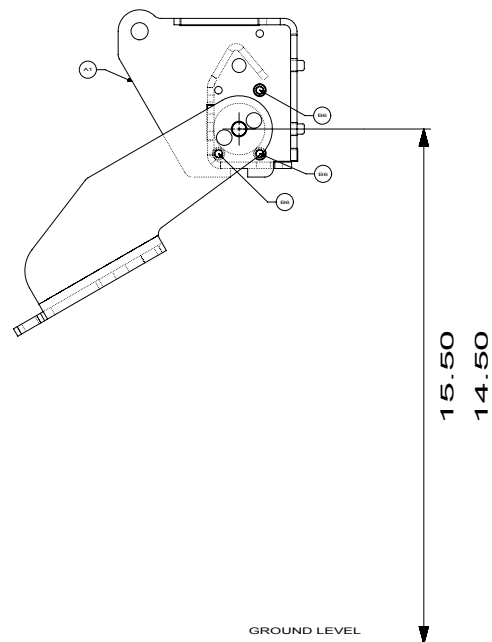

Figure 5 Installez les fixations
- Déterminez la hauteur de broche à utiliser. La broche (B7) doit se situer entre 14 1/2 à 15 1/2 pouces du sol pour assurer un positionnement optimal de la lame. Voir la figure 5.